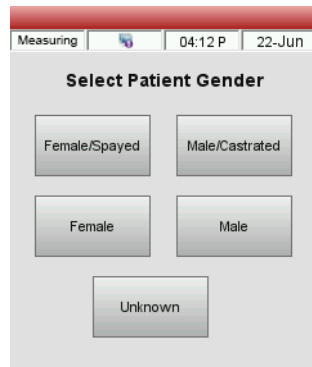

Abbildung 19. Bildschirm Messung> Geschlecht des Patienten wählen
3. Wählen Sie das Geschlecht des Patienten aus (Abbildung 19).